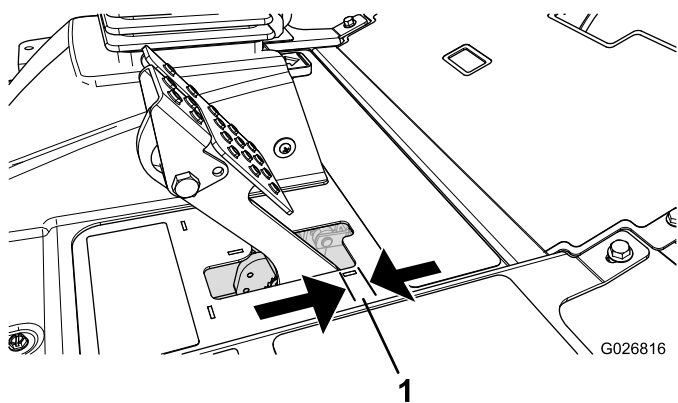

Figura 107
4. Pise ligeramente el pedal de freno y mida la distancia que se desplaza el pedal sin ofrecer resistencia (**Figura 107**).
Nota: Ajuste los frenos si el pedal de freno tiene más de 2.5 cm (1") de holgura (**Figura 107**), o cuando se necesite más fuerza para frenar.
6. Apriete las tuercas traseras para mover el cable hacia atrás hasta que el pedal de freno tenga un recorrido libre de 6 - 13 mm ($\frac{1}{4}$ " - $\frac{1}{2}$ ") (**Figura 107**) antes de que el freno de estacionamiento entre en contacto con las ruedas.